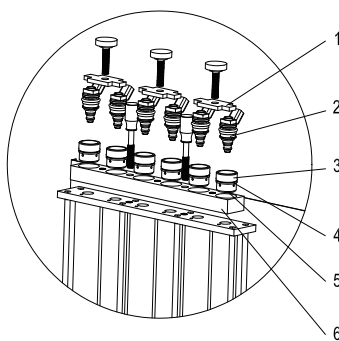

Fig. 06
- Kies de juiste koppelingen voor zij-injectoren (3) en de juiste O-ringen, en monteer ze samen. (Vergeet niet een beetje smeervet aan te brengen).
- Monteer de dwarsplaat (1) en draai deze vast met bouten.
- Monteer de brandstofverdeler en de injectoren op de houder van de brandstofverdeler, en draai ze vast met twee stelschroeven (zwart). Zie Fig. 06.